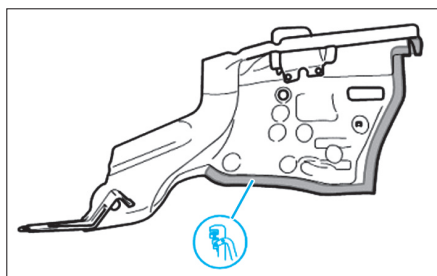

FIG. 19
- Percer des trous de 7 mm de diamètre pour le soudage (Fig.19).